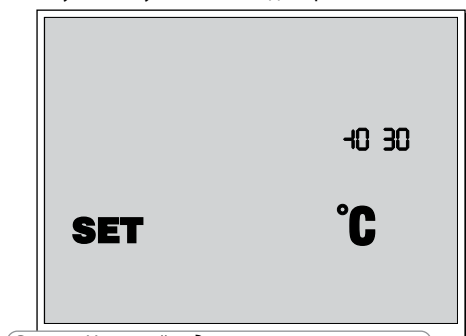

Рис. 14. Настройка датчиков температуры
■ Дисплей панели управления отображает настройки температуры датчика канальной температуры и датчика защиты от обмерзания (рис. 14).